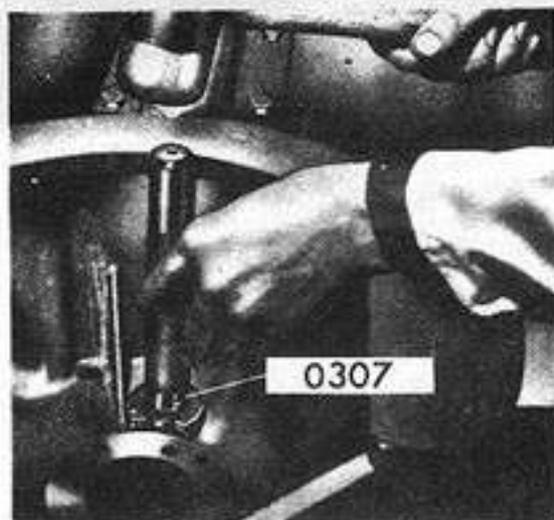

Fig. 18 - Desmontaje del cojinete de agujas del quíntuple
24. De la cubierta de embrague desmontar el cojinete de agujas del quíntuple usando la herramienta N° 0307 (Fig. 18).